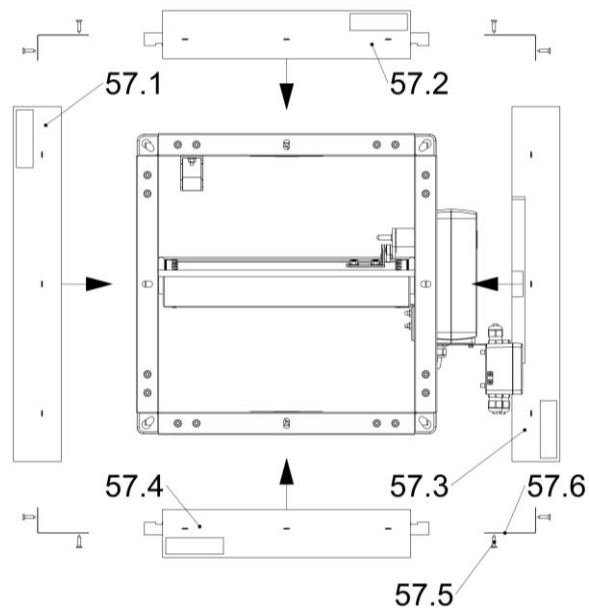

Abbildung 116: BKA-EN mit Einbaurahmen Typ ERA2 (lose)
Ist der Einbaurahmen Typ ERA2 als Bausatz lose bestellt bzw. geliefert worden, muss dieser noch anhand nachfolgender Anleitung an der BKA-EN (s. Abbildung 116) montiert werden. Um Beschädigungen bei der Montage des Einbaurahmens Typ ERA2 an den Bauteilen zu vermeiden, muss eine geeignete
- Die Brandschutzklappe auf den Flansch der Bedienseite (BS) stellen.
- Umlaufend um das Gehäuse der BKA-EN (Pos. 1) werden entsprechend der Abbildung 116 die beiden B- sowie H-Teile (Pos 57.1 - 57.4) positioniert.